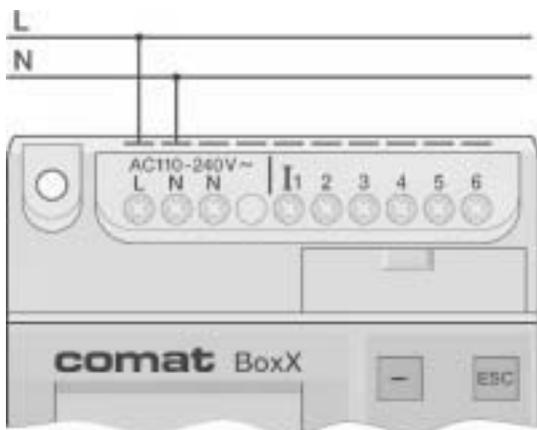
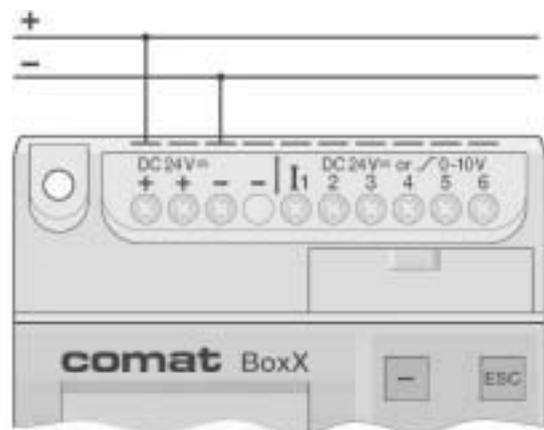

Рис. 2.5 Питание переменным током (AC)
Рис. 2.6 Питание постоянным током (DC)
3. Подключение питания устройств с переменным током (AC) в соответствии с Рис. 2.5 и постоянным током (DC) – с Рис. 2.6